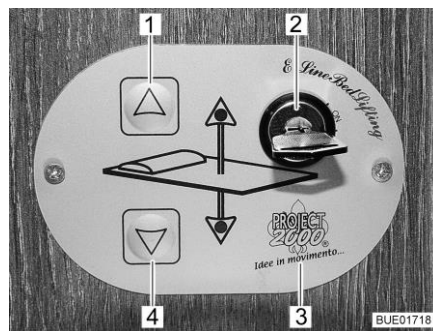
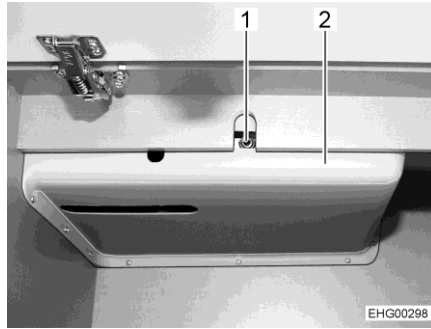

Bild 143 Bedienteil
Bild 147 Zugang zum Antrieb
**Bedienteil** Mit den Tasten (Bild 143,1 und 4) auf dem Bedienteil (Bild 143,3) wird das Hubbett abgesenkt oder angehoben. Mit dem Schlüsselschalter (Bild 143,2) wird das Bedienteil gegen unbefugte Benutzung gesichert.
- Schlüssel im Schlüsselschalter (Bild 143,2) um 90° im Uhrzeigersinn drehen. Das Bedienteil (Bild 143,3) ist aktiviert.
- Pfeiltaste (Bild 143,4) drücken und so lange gedrückt halten, bis das Hubbett in die gewünschte Position nach unten gefahren ist.
- Pfeiltaste (Bild 143,1) drücken und so lange gedrückt halten, bis das Hubbett in die Endstellung nach oben gefahren ist.
Wenn sich das Hubbett mit den Pfeiltasten (Bild 143,1 und 4) nicht mehr bewegen lässt, zuerst die Sicherung hinter der Verkleidung (Bild 147,2) prüfen (siehe Abschnitt 9.12.1). Wenn die Sicherung in Ordnung ist und sich das Hubbett trotzdem nicht bewegen lässt, das Hubbett manuell bedienen.
- Beiliegende Kurbel oder Innensechskantschlüssel in die Aufnahme am Motor (Bild 147,1) stecken.